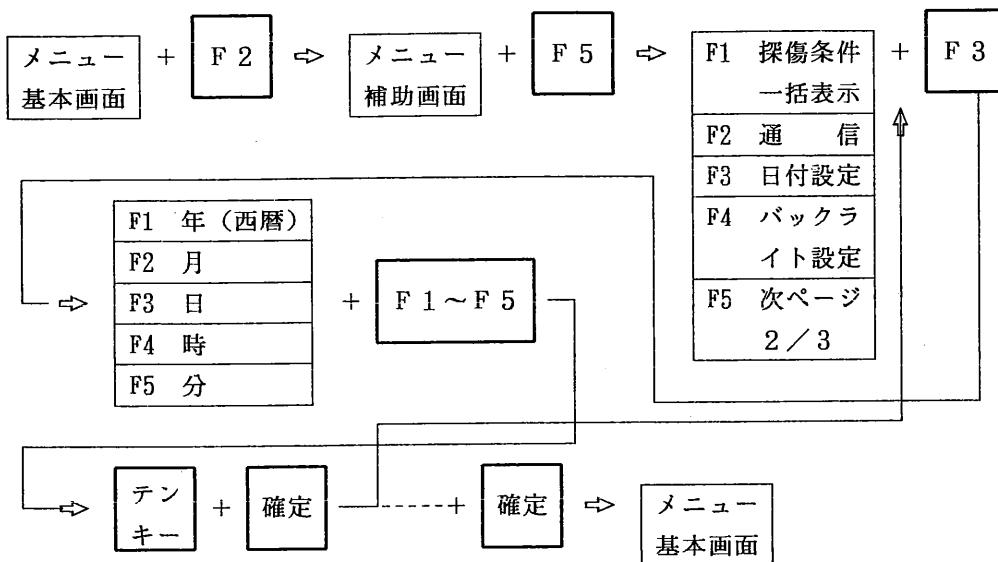

図 6.2.13 UI-23 中の日付と時刻を調整する方法
⑤ 確定キーを1回押します。指定したデータがUI-23へ送られます。受信されたデータファイルは、UI-23のデータリストの最後から保存されます。
⑥ この操作を取り消す場合は、図 6.2.13 に示したように、選択キー [F 3] の代わりに取消キーを2回押します。メニュー領域には、メニュー基本画面が表示されます
6. 2. 2 (7) 日時設定
① 選択キー [F 2] を1回押すとメニュー領域にメニュー補助画面が表示されます。
② 選択キー [F 5] を1回押すとメニュー領域に図 6.2.13 に示す選択メニューが表示されます。
③ 選択キー [F 3] を1回押すとメニュー領域に図 6.2.13 に示す選択メニューが表
- ④ 設定したい項目を選択し、テンキーを用いて数値を入力します。
- ⑤ 確定キーを1回押すと図 6.2.13 に示したように、選択メニューに戻ります。
- ⑥ 日時入力が終わったら、確定キーを1回押した後、続けて確定キーを1回押します。